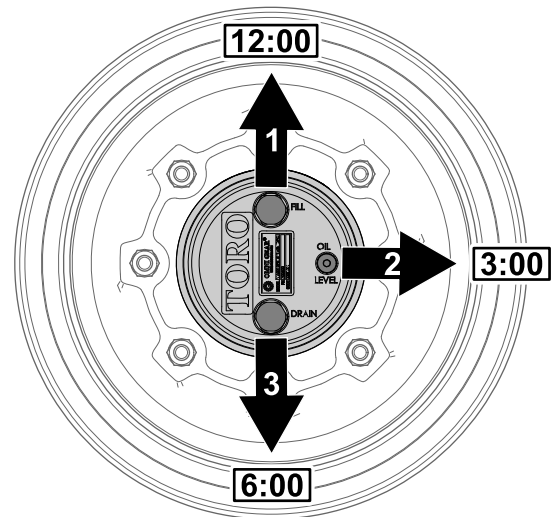

Figure 60
1. Garez la machine sur une surface plane et horizontale et positionnez la roue de sorte que le bouchon de remplissage se trouve à la position 12 heures, le bouchon de contrôle à la position 3 heures, et le bouchon de vidange à la position 6 heures (Figure 60).
2. Retirez le bouchon de contrôle à la position 3 heures (Figure 60).
1. Garez la machine sur une surface plane et horizontale et positionnez la roue de sorte que le bouchon de remplissage se trouve à la position 12 heures, le bouchon de contrôle à la position 3 heures, et le bouchon de vidange à la position 6 heures; voir la Figure 60 à la section Contrôle du niveau de lubrifiant du train planétaire (page 60).